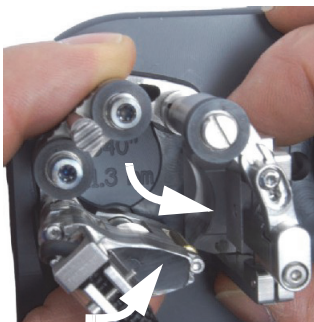

Figura 2-18 Girar a extremidade para ajustar a posição para uma configuração de tubulação pequena
- c) Empurre para fora o conjunto do suporte da sonda e o calço poderá deslizar de volta para a abertura (veja Figura 2-18 na página 46).
- e) Gire a extremidade para dentro o mais longe possível, quando a roda da extremidade estiver posicionada próxima do centro do padrão de configuração (veja Figura 2-18 na página 46).